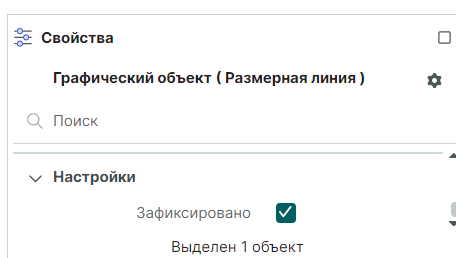

Рис. 285 Группа «Настройки»
6. Группа «Настройки» включает функцию запрета на изменение геометрии и положения размерной линии с помощью установки флага в чек-бокс «Зафиксировано», см. Рис. 285.